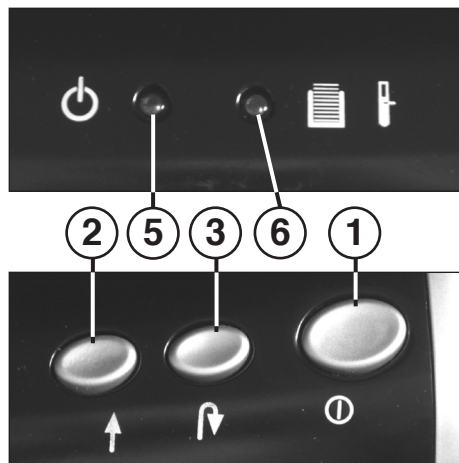

Fig. 1
- 1 = Trykkontakt „driftsklar“ (fig. 1)**
- 2 = Tast „frem“ (fig. 1)**
- 3 = Tast „tilbage“ (fig. 1)**
- 5 = Kontrolindikator „driftsklar“ (fig. 1)**
- 6 = Kontrolindikator (rød / gul) (fig. 1)**
Maskinen tændes på trykkontakt (1) (fig. 1). Kontrolindikator (5) (fig. 1) tænder.
Maskinen slukkes, når papiropsamlingsbeholderen er fyldt. Der høres en signaltone. Kontrolindikatoren (6) (fig. 1) lyser (rød).
- Træk opsamlingsbeholderen (9) sammen med opsamlings-skålen (10) ud af kabinettet forinden.
- Signaltonen ophører. Kontrolindikatoren (6) (fig. 1) slukkes.
Husk at slukke for maskinen om natten (tryk på trykknop (1) (fig. 1)).